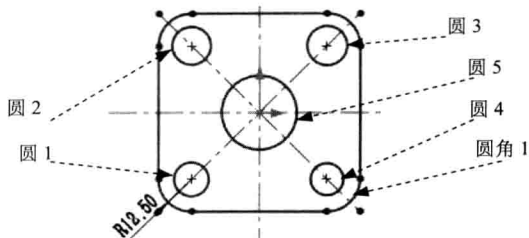
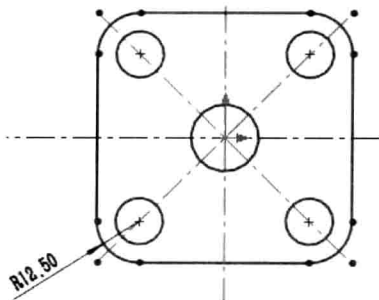

图 4.5 绘制的圆
图 4.6 添加几何约束
(4) 绘制圆。选择下拉菜单 **工具(T)** → **草图绘制实体(K)** → **圆(C)** 命令，在图形区中绘制图 4.5 所示的圆。
Step 4 添加几何约束。按住 Ctrl 键，选择图 4.5 所示的圆 4 与圆角 1。系统弹出“属性”对话框，在 **添加几何关系** 区域单击 **同心(C)** 按钮。同理，添加其他几个圆与圆角的同心约束。按住 Ctrl 键，选择圆 1、圆 2、圆 3、圆 4，系统弹出“属性”对话框，在 **添加几何关系** 区域单击 **相等(E)** 按钮。按住 Ctrl 键，选择圆 5 与原点，系统弹出“属性”对话框，在 **添加几何关系** 区域单击 **重合(O)** 按钮。约束后的图形如图 4.6 所示。